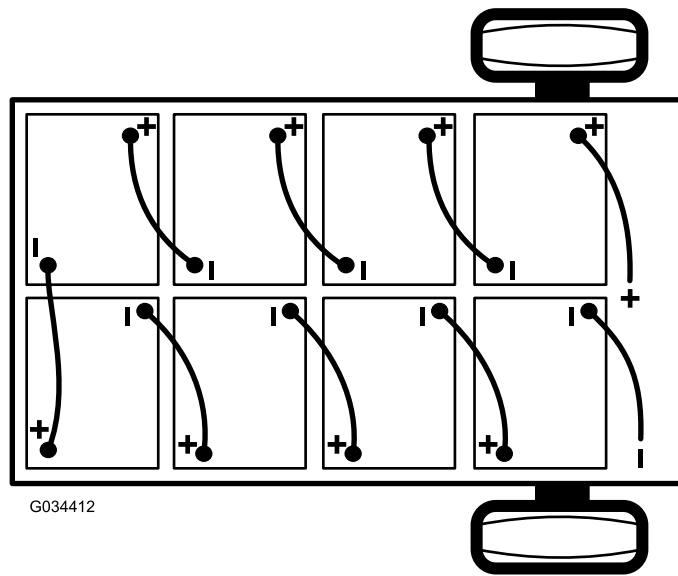

Figura 41
2. Desconecte el cable negativo principal (negro) de las baterías que conecta el banco de baterías a la conexión de tierra de la máquina (Figura 41).
3. Desconecte el cable positivo principal de la batería (rojo) que conecta el banco de baterías al contactor principal de la máquina (Figura 41).
- Nota:** Preste atención a la polaridad de las baterías al instalar las baterías nuevas (Figura 41).
6. Conecte las baterías entre sí como se muestra en Figura 41 con los cables de interconexión de las baterías que retiró en el paso 1.
2. Conecte el cable positivo principal de las baterías (rojo) entre el banco de baterías y la máquina (Figura 41).
3. Conecte el cable negativo principal de las baterías (negro) entre el banco de baterías y la máquina (Figura 41).